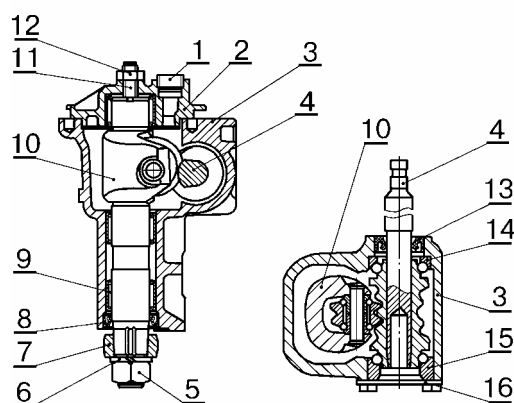

Рис.3. Детали рулевого механизма 2123-3400012:
- отвернуть болты крепления крышки верхней картера рулевого механизма, снять крышку 2, рис.3, с валом сошки в сборе (головка сменная 13, вороток или гайковерт типа ИП-3111);
- отвернуть болты крепления крышки нижней картера рулевого механизма, снять крышку 16, рис.3, и регулировочные прокладки (головка сменная 13, вороток или гайковерт типа ИП-3111);